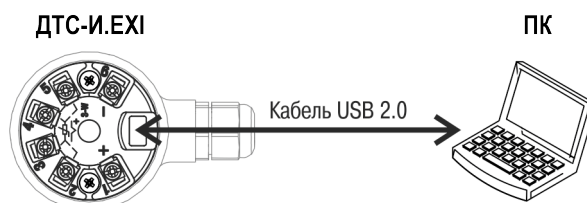

Рисунок 7.1 – Подключение датчика к ПК
2. Снять защитную заглушку с разъема mini-USB и подключить датчик к ПК кабелем USB, см. рисунок 7.1.